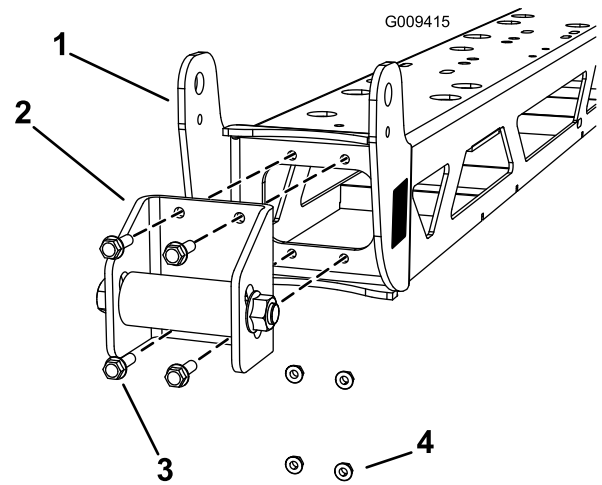

Bild 1
2. Entfernen Sie die vier 4 Schrauben (5/16 x 1 Zoll) und Muttern (5/16 Zoll) mit denen die Anschläge am mittleren Auslegerrahmen befestigt sind, wie in (Bild 1) dargestellt. Entfernen Sie die Anschläge an beiden Seiten des mittleren Auslegers. Bewahren Sie alle Teile für später auf.